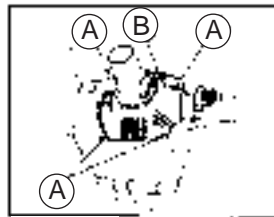

Abb. 1
**Laguna Utility Pump 4, 5, 6 und 7:** Benutzen Sie einen Kreuzkopfschraubenzieher zum Lösen der vier Schrauben (A), die am Motordeckel befestigt sind (B). (Abb. 1)